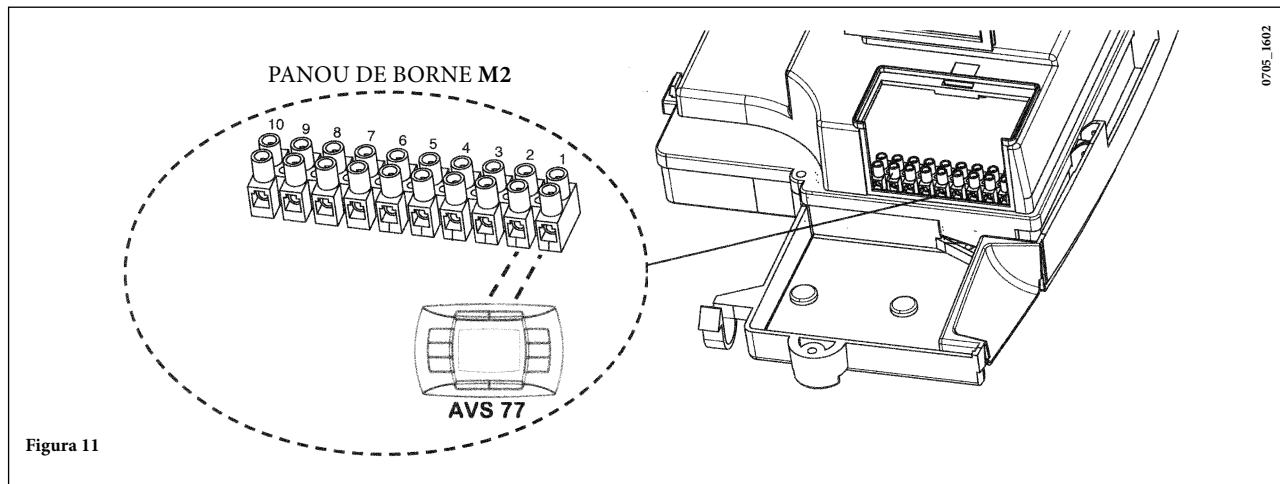

Figura 11
- Conectați cele două cabluri provenind de la panoul de borne M2 al centralei (figura 11), după cum este ilustrat în figura C.
4. Conectați cablurile la panoul de borne M2 al centralei, așa cum este ilustrat în figura 11;
- Accedeți la panoul de borne de alimentare (figura 11);
1. Deșurubați cele două șuruburi (a-b, figura 11);
3. Conectați cele două cabluri provenind de la regulatorul climatic la bornele (1) și (2);